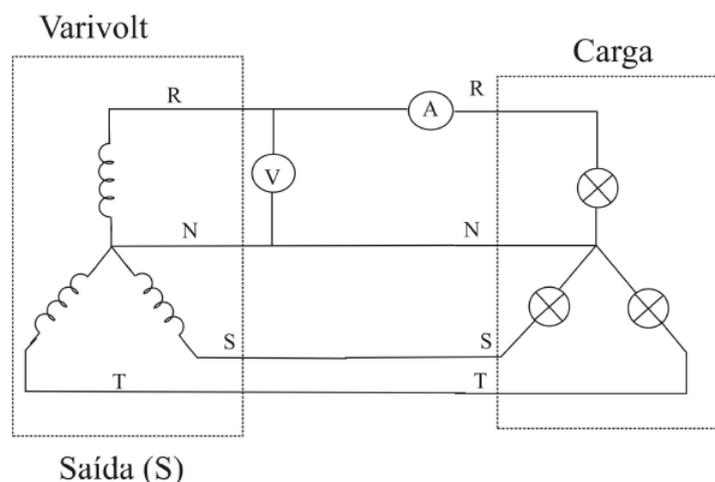

Figura 2 - Conexão com carga em Y (estrela).
1. Com o varivolt desligado da bancada e com o cursor em zero, conecte três lâmpadas de 40 W em Y (estrela) tal como mostrado na figura 2, e esse conjunto aos terminais de saída do varivolt. Conecte o amperímetro analógico numa das fases da conexão e o voltímetro entre as fases R e N;